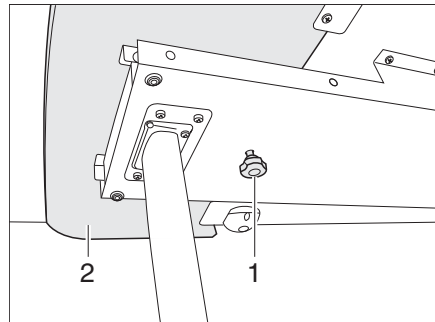
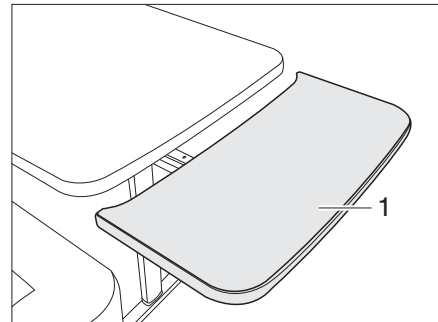

Bild 93 Verriegelung der Tischplattenverlängerung
Bild 94 Tischplattenverlängerung
- Rändelschraube (Bild 93,1) lösen.
- Tischplattenverlängerung (Bild 93,2) bis zum Anschlag herausziehen (Bild 94).
- Tischplattenverlängerung (Bild 94,1) in einem Bogen nach oben führen. Die Tischplattenverlängerung liegt bündig an der Tischplatte an.
- Tischplattenverlängerung (Bild 94,1) bis zum Anschlag von der Tischplatte wegziehen und gegen den Widerstand der Haltefedern nach unten drücken. Die Tischplattenverlängerung fährt in einem Bogen nach unten (Bild 94).
- Rändelschraube (Bild 93,1) festziehen.